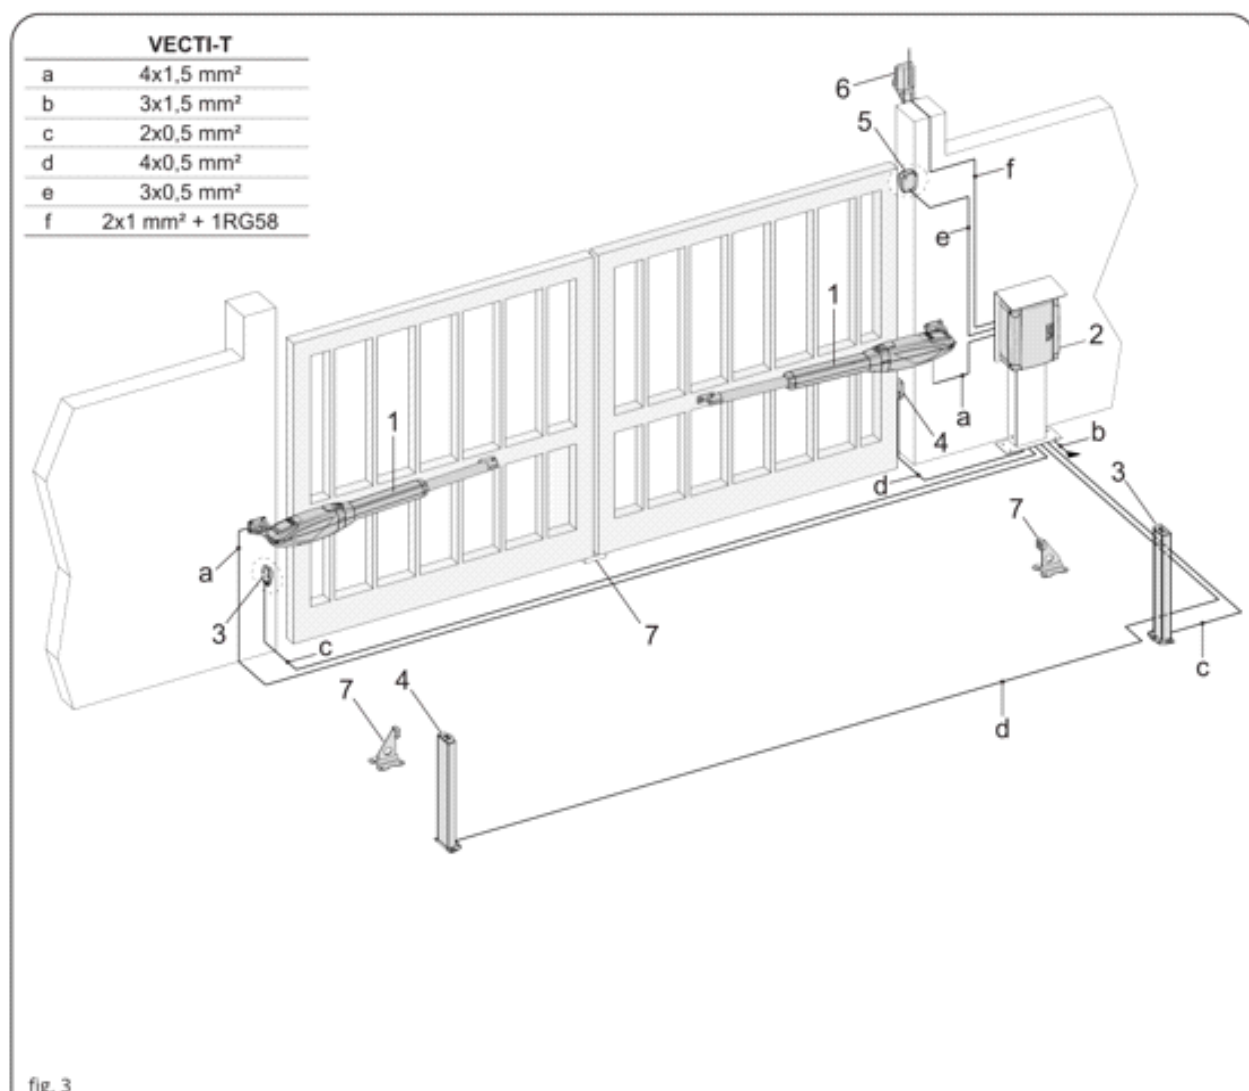

fig. 3 — standaardinstallatie
3. INSTALLATIE (fig. 3)
Opmerking: voor een volledige veiligheid is het verplicht om, indien nog niet aanwezig, mechanische aanslagen (vloeraanslagen) met rubberen dop te plaatsen bij openen en sluiten (7 fig. 3), zodanig dat zij net vóór de mechanische eindaanslagen van de zuiger in werking treden.